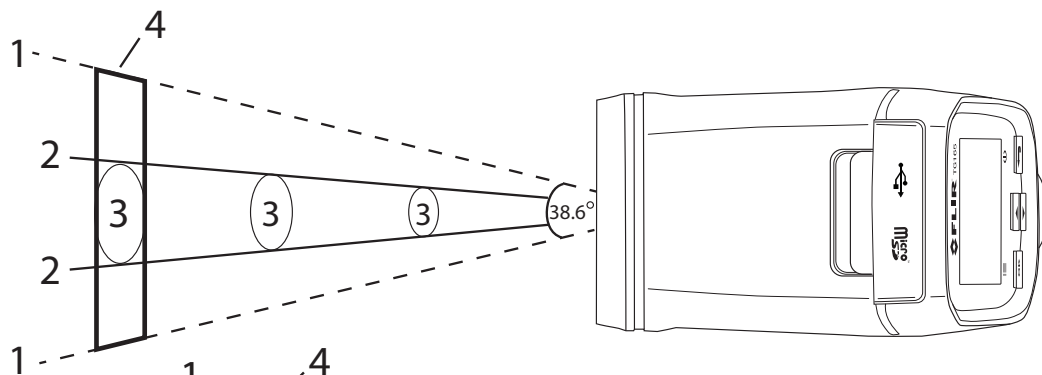

Abb. 4-2 DRAUFSICHT
- Abb. 4-2 zeigt eine Draufsicht, in der die beiden gestrichelten Linien (1) die jeweils linke und rechte (horizontale) Grenze des Sichtfeldwinkels des IR-Bildgebers ($38,6^\circ$) darstellen.
- In Abb. 4-2 kennzeichnen die beiden durchgehenden Linien (2) den Sichtfeldwinkel des IR-Thermometers.
- Die Ellipsen (3) in Abb. 4-2 repräsentieren die vom IR-Thermometer berechneten Messpunktdurchmesser.
- Die in Abb. 4-2 dargestellten Laserpointer (2) umrahmen die Messpunkte (3). In Abb. 4-3 wird die Laserebene (2) mit einer Linie anstatt mit zwei Linien dargestellt (da sich die Laser von der Seite betrachtet auf gleicher Ebene befinden).